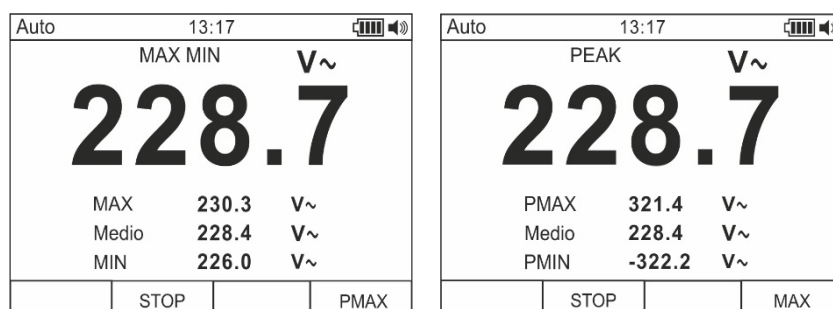

Abb. 7: Speicherung der PEAK Werte
- Drücken Sie die **F4** Taste, um in den Messmodus der Spitzenwerte der zu messenden Größe einzutreten (siehe Fig. 7 – Mitte). Die Meldung “PEAK” erscheint im Display und die Werte werden für die Funktion MAX/MIN aktualisiert.